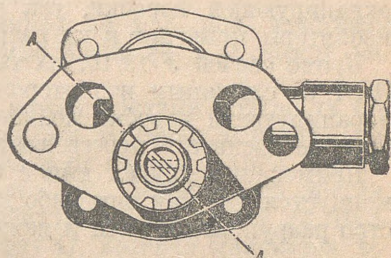

Рис. 27. Положение валика масляного насоса перед установкой масляного насоса на двигатель
1. Вал насоса повернуть так, чтобы прорезь для шипа валика заняла такое положение, как показано на рис. 27.
2. Осторожно поставить насос на место, проследив за тем, чтобы шестерня не задевала за стенки отверстия в блоке. Шестерня привода масляного насоса, войдя в зацепление с шестерней кулачкового вала, повернётся, и прорезь займёт положение, показанное на рис. 27 пунктиром.